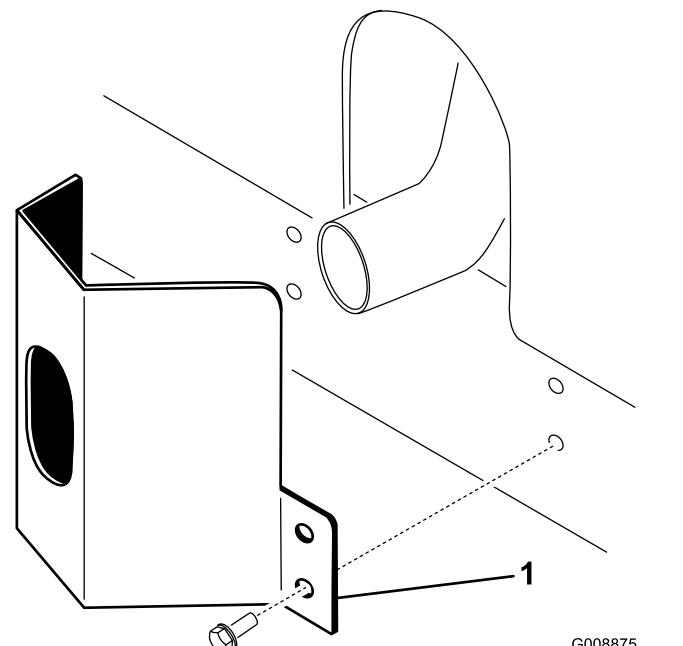

Bild 10
2. Befestigen Sie das Auspuffschutzblech mit vier Blechschauben am Rahmen (**Bild 10**).
1. Positionieren Sie das Auspuffschutzblech um den Schalldämpfer, während Sie gleichzeitig die Befestigungslöcher auf die im Rahmen abstimmen (**Bild 10**).